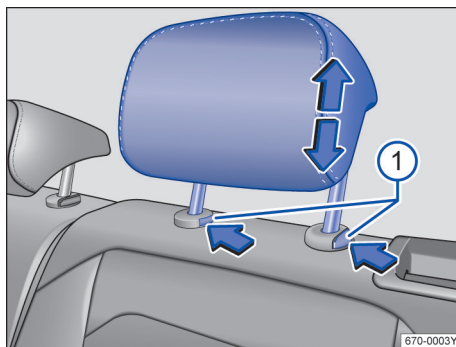

图 64 拆卸和安装后排头枕
- 同时按压按钮→图 64①，另一人将头枕完全拔出
- 按住按钮→图 64①向下移动头枕。